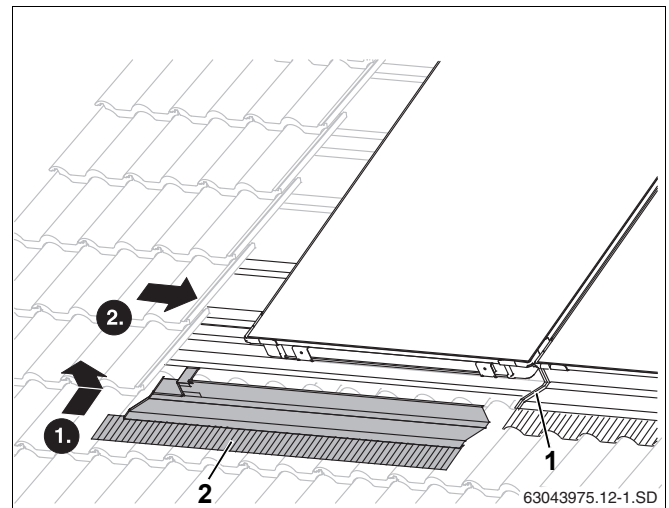

Рис. 47 Укладка левого нижнего накладного листа
- ▶ Уложите левый накладной лист (рис. 47, **поз. 2**) на предыдущий и смонтируйте как правый. (рис. 44).
Защитную пленку можно снять с накладного листа (рис. 47, **поз. 1**) только после того, как будут закреплены все листы.